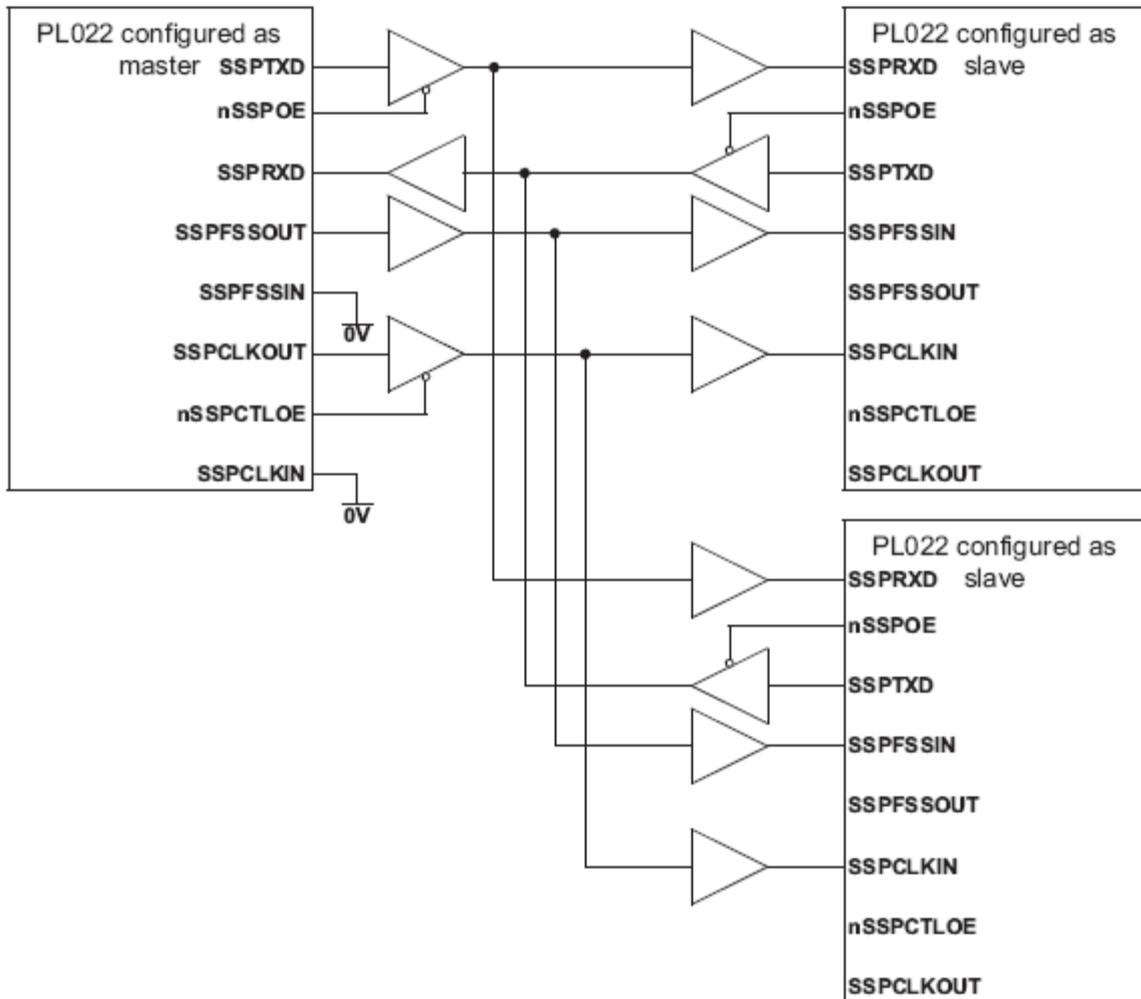
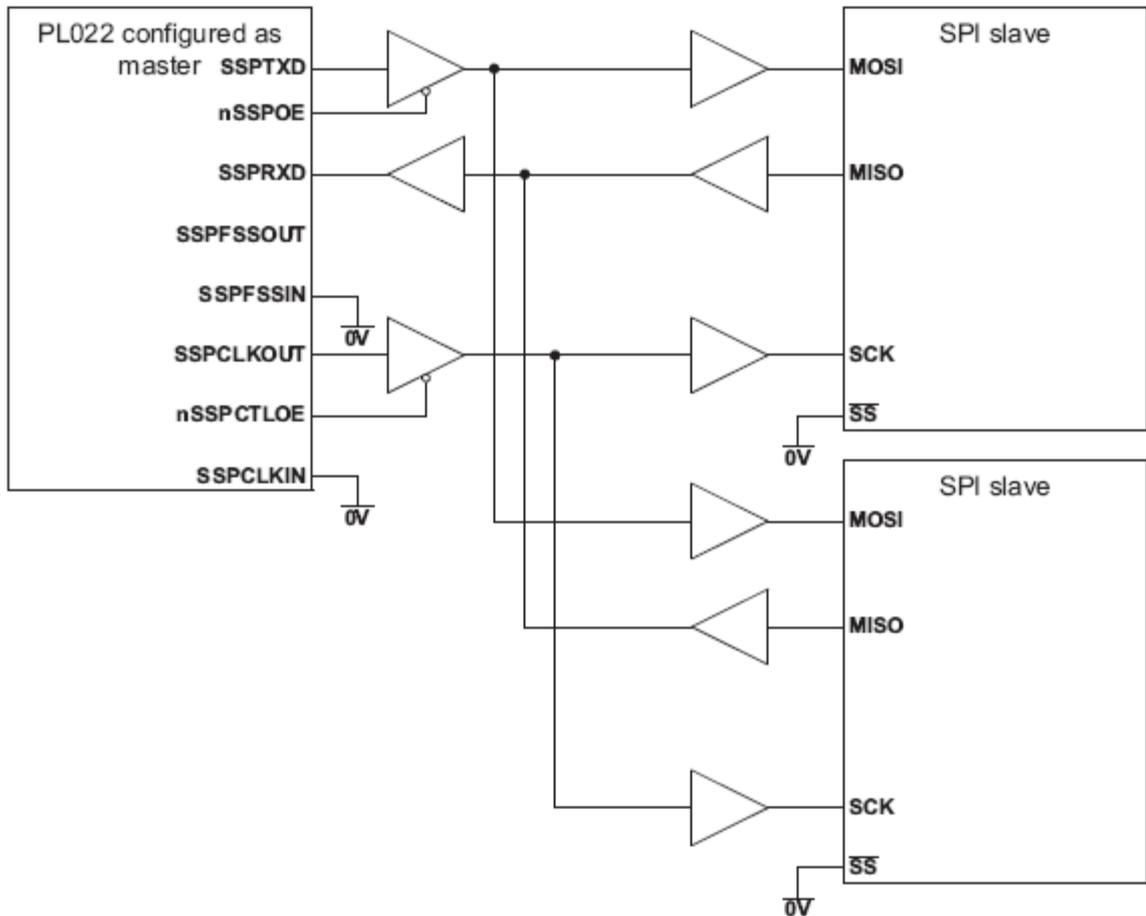
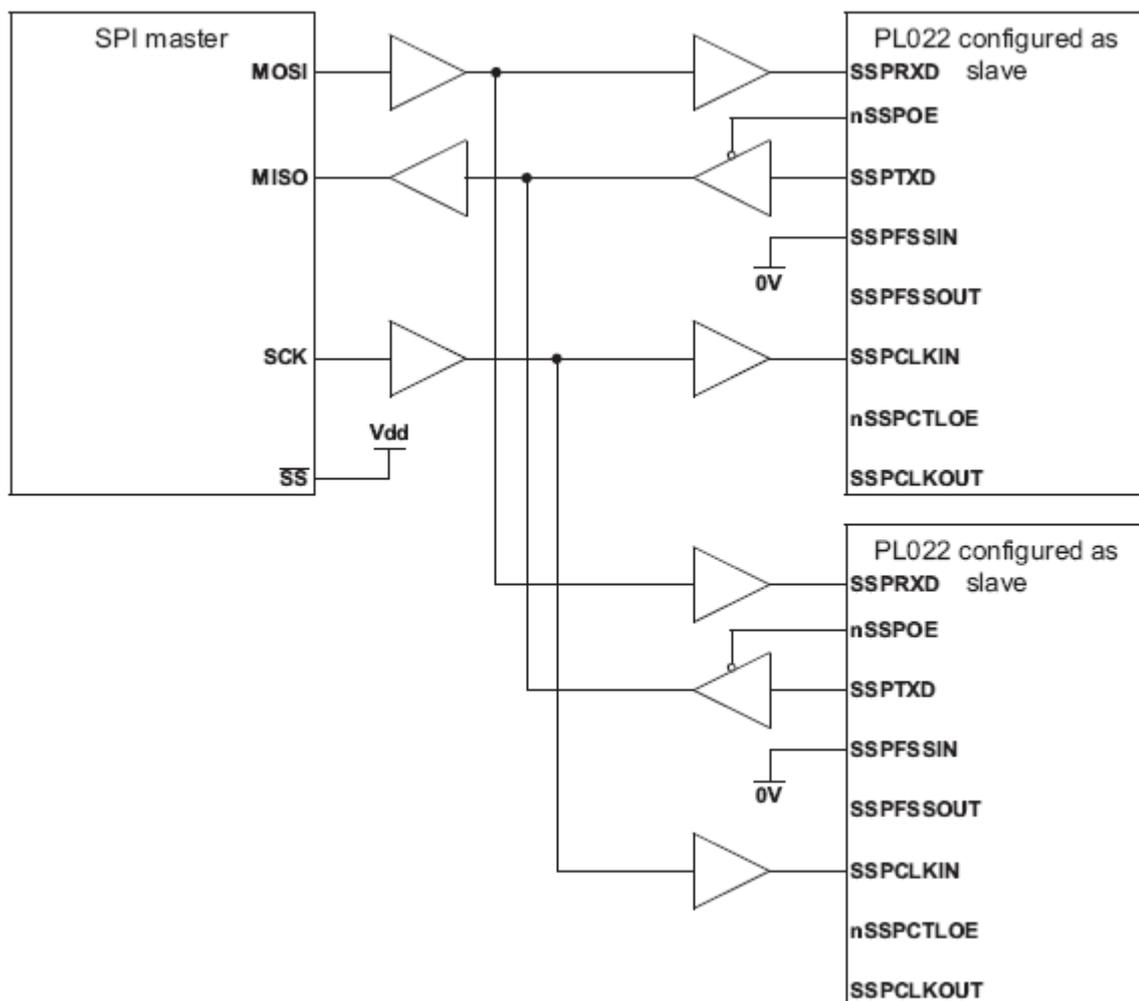

Рисунок 145 – Ведущее устройство SSP подключено к двум ведомым
Рисунок 146 – Ведущее устройство SSP подключено к двум ведомым, поддерживающим SPI
Рисунок 147 – Ведущее устройство, протокол SPI, подключено к двум ведомым модулям SSP
На рисунках ниже (Рисунок 145, Рисунок 146 и Рисунок 147) показаны варианты подключения модуля SSP к периферийным устройствам, работающим в ведущем или ведомом режиме.
Рисунок 145 показывает совместную работу трех модулей SSP, один из которых сконфигурирован в качестве ведущего, а два – в качестве ведомых устройств. Ведущее устройство способно передавать данные по кругу в адрес двух ведомых по линии SSP_TXD.
Рисунок 146 показывает подключение модуля SSP, сконфигурированного как ведущее устройство, к двум ведомым устройствам, поддерживающим протокол SPI фирмы Motorola. Внешние устройства сконфигурированы как ведомые, путем установки в низкий логический уровень сигнала выбора ведомого устройства Slave Select (SS). Как и в предыдущем примере, ведущее устройство способно передавать данные в адрес ведомых по кругу по линии SSP_TXD. Ответная передача данных на входную линию SSP_RXD ведущего устройства, одновременно осуществляется только одним из ведомых по соответствующей линии MISO.
Рисунок 147 показывает ведущее устройство, поддерживающее протокол SPI фирмы Motorola, соединенное с двумя модулями SSP, сконфигурированными для работы в ведомом режиме. Линия Slave Select (SS) ведущего устройства в этом случае установлена в высокий логический уровень. Ведущее устройство осуществляет передачу данных по линии MOSI по кругу в адрес двух ведомых модулей.